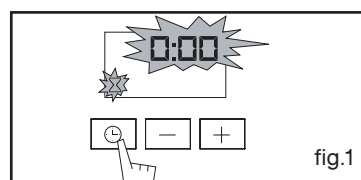

fig.1
Il display lampeggia per indicare che è possibile effettuare la regolazione (fig.1).
- Premere il tasto "⌚" (fig.1) fino a far lampeggiare il simbolo del timer.